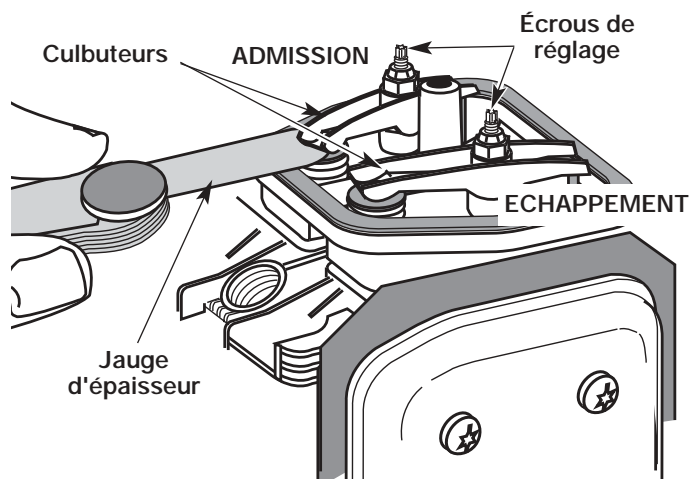

Fig. 45
9. Glissez la jauge d'épaisseur entre le culbuteur et le ressort de rappel de la soupape. Mesurez le jeu entre la tige de soupape et le culbuteur (Fig. 45). Faites-le pour les soupapes d'admission et d'échappement.